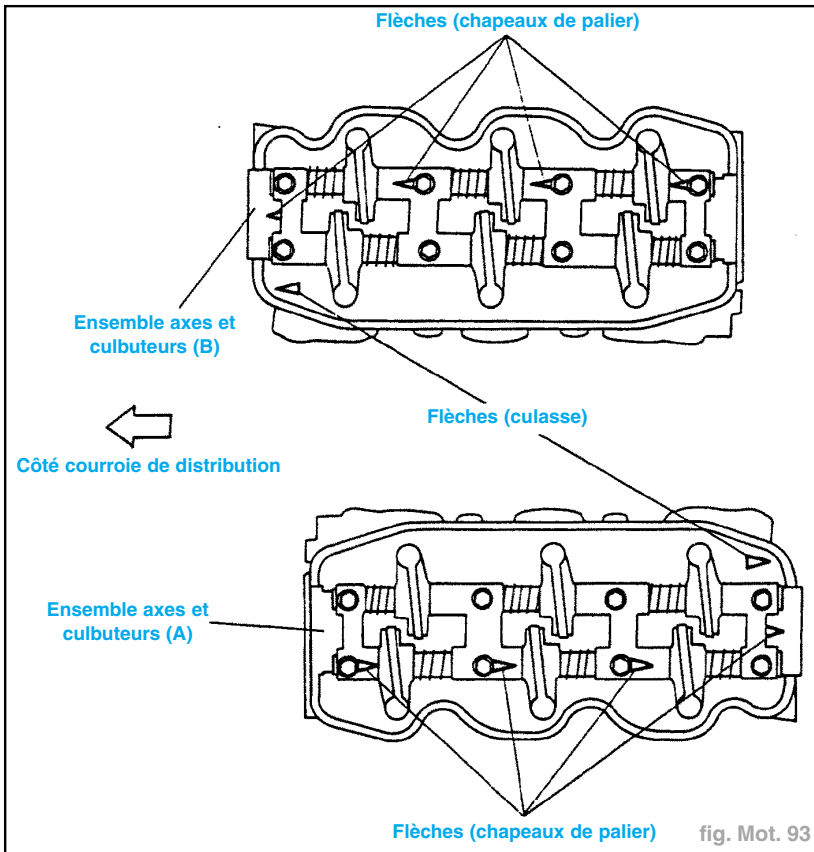

fig. Mot. 93
- Poser les culbuteurs, les axes et les chapeaux de palier de telle manière que les flèches portées par les chapeaux de palier soient dans la même direction que celles portées par la culasse (fig. Mot. 93).